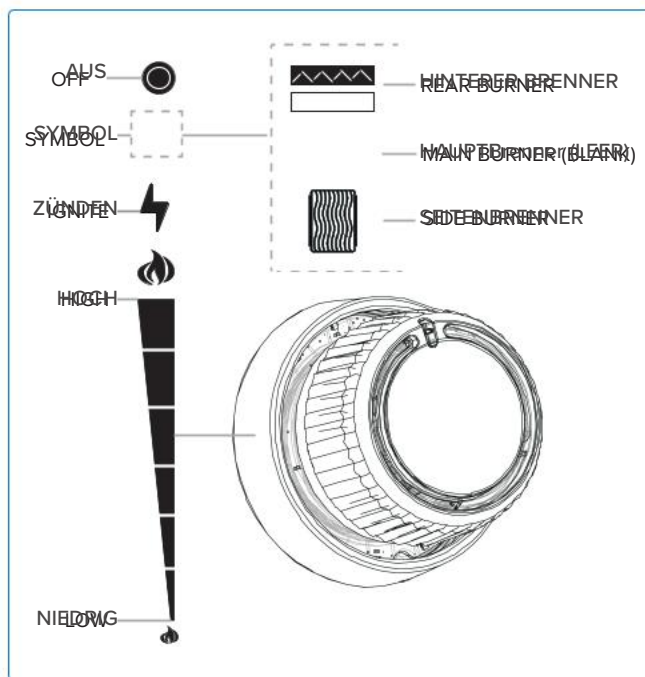

Abb. 7
2. Drücken Sie einen Hauptbrennerknopf und drehen Sie ihn langsam gegen den Uhrzeigersinn auf HIGH, bis die Zündflamme brennt. Halten Sie den Knopf gedrückt, bis der Brenner zündet, und lassen Sie ihn dann los (**Abb. 6A & Abb. 7**).
- Wenn der Brenner innerhalb von 5 Sekunden nicht zündet, drehen Sie den Brenner-Bedienknopf im Uhrzeigersinn in die AUS-Position. 5 Minuten warten. Wiederholen Sie Schritt 2 und 3. (**Abb. 6E & Abb. 7**).